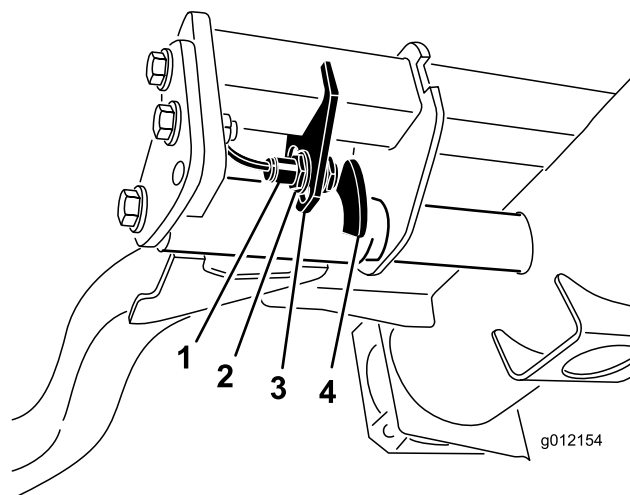

Figure 31
2. Le contacteur des bras de relevage se trouve sous le réservoir hydraulique, derrière le bras de relevage avant droit (Figure 31).
3. Desserrez les vis de fixation du commutateur (Figure 31) et abaissez le commutateur pour augmenter la hauteur du changement de direction des bras de relevage ou élevez-le pour réduire la hauteur du changement de direction. Serrez les vis de fixation.